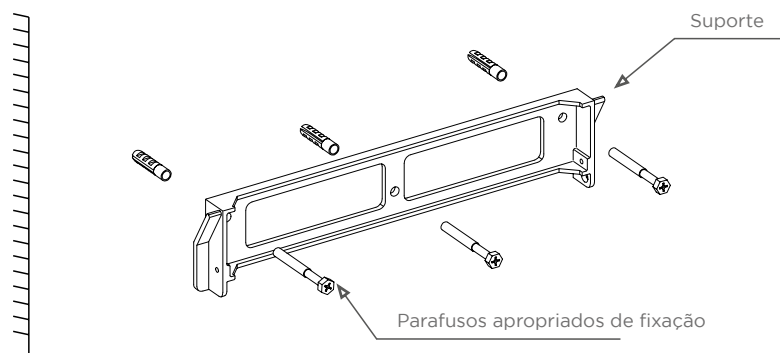

Figura 4.4 - Suporte de montagem do inversor
Veja figura 4.4 e 4.5 para obter instruções de como montar o inversor. O inversor deve ser montado em posição vertical. Os passos para montagem estão descritos abaixo:
2. CERTIFIQUE-SE que o suporte é horizontal e que os furos de montagem (na figura 4.4) estão nos pontos corretos. Fure a parede de acordo com as marcações.